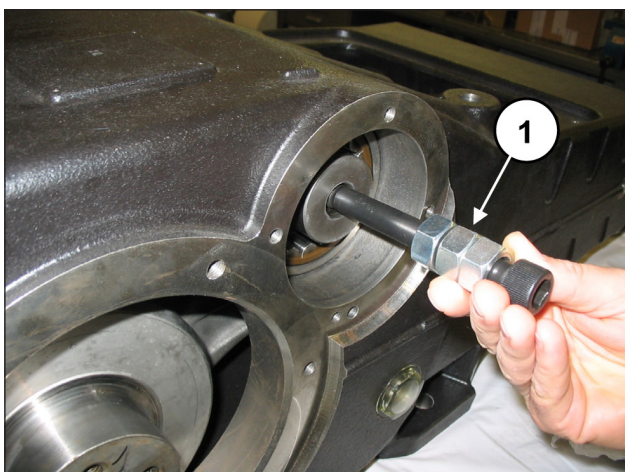

Fig. 57
Pour faciliter l'insertion de l'arbre PTO dans le coussinet, appliquer une vis M16 à l'extrémité de l'arbre dans le but de soulever ce dernier (rep. ①, Fig. 57).